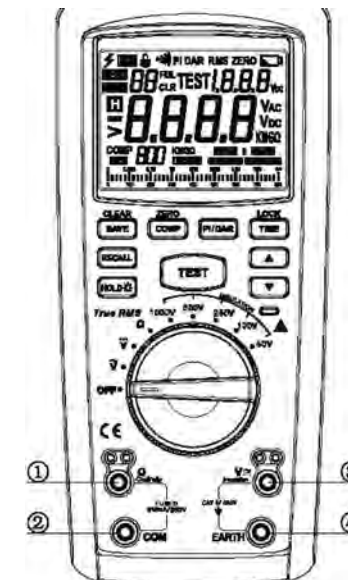

Figure 1
V. Structure externe (voir Figure 1)